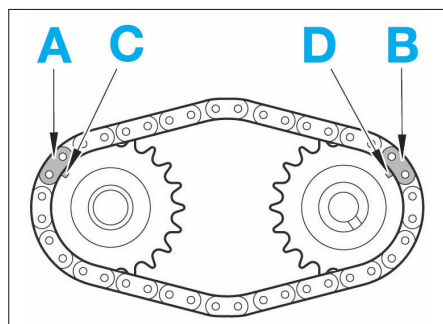

FIG. 80
- A la repose des arbres à cames et de la chaîne de distribution, faire coïncider les maillons brun (A) et (B) de la chaîne avec les repères (C) et (D) des roues dentées d'arbres à cames (Fig.80).